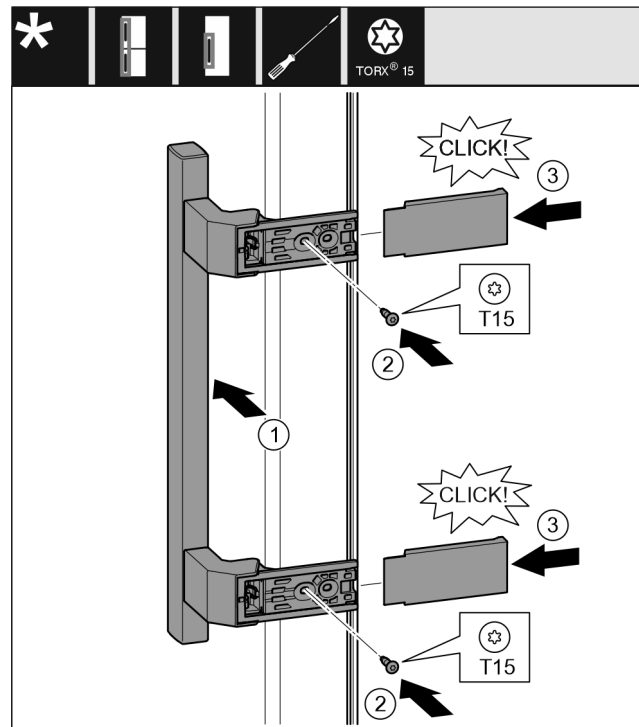

Fig. 38
- Griff auf der Gegenseite ansetzen. Fig. 38 (1)
- Schrauben mit Schraubendreher T15 festschrauben. Fig. 38 (2)
- Abdeckungen seitlich ansetzen und aufschieben. Fig. 38 (3)